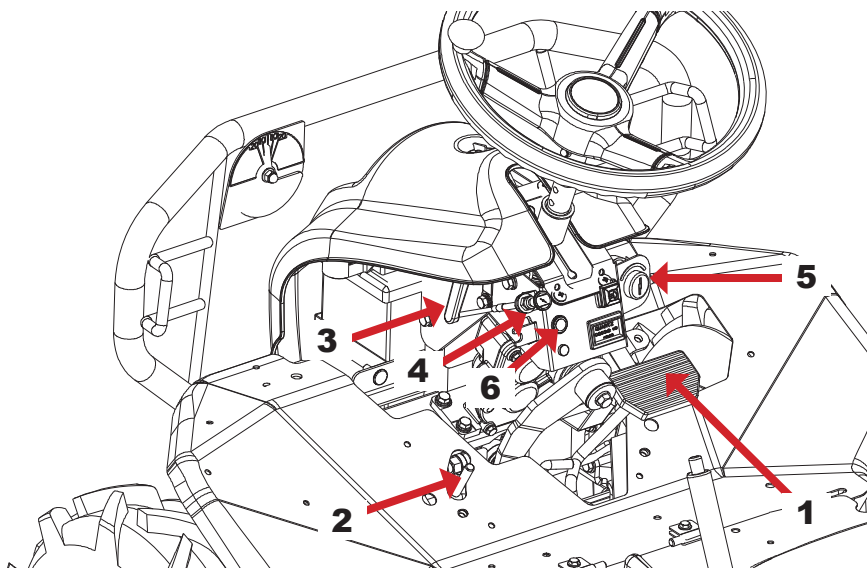

Abb. 6
Das Bremspedal (Abb. 6 Pos. 1) wird in Gefahrensituationen oder als Parkbremse verwendet. Wenn das Bremspedal getreten wird, springt der Schalthebel in seine Neutralstellung zurück. Um die Bremse zu arretieren, drücken Sie das Bremspedal (1) und schieben Sie den Arretierhebel (2) nach rechts. Um die Bremse zu lösen, drücken Sie das Bremspedal, so dass der Arretierhebel in seine Ausgangsposition zurück springt.
Lösen Sie den Verriegelungshebel (Abb. 6 Pos. 3) und stellen Sie den Winkel des Lenkrades für Sie passend ein. Sichern Sie das Lenkrad, indem Sie den Verriegelungshebel wieder fest anziehen.
Ziehen Sie den Hebel heraus, wenn der Motor kalt ist. Wenn der Motor läuft, schieben Sie den Hebel langsam wieder zurück. (Abb. 6 Pos. 4)
Das Zündschloss Abb. 6 Pos. 5 wird verwendet, um die Maschine zu starten und zu stoppen. Wenn der Zündschlüssel in Position „Stop“ steht, läuft der Motor nicht und der Schlüssel kann abgezogen werden. In Position „Betrieb“ läuft der Motor und der Schlüssel kann nicht entfernt werden. In Position „Start“ dreht der Startermotor den Motor. Wenn der Motor angesprungen ist, bringen Sie den Schlüssel wieder in die Position „Betrieb“.
Wenn sich der Zündschlüssel in der Position „Betrieb“ befindet, leuchtet die grüne Kontrolllampe Abb. 6 Pos. 6.